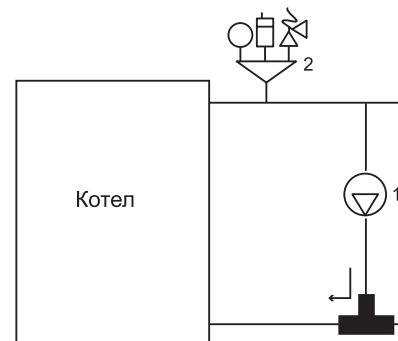

Рис. 10
- При монтаже котлов Kobold необходимо установить на выходе теплоносителя группу безопасности, включающую в себя автоматический воздухоотводчик, манометр и аварийный сбросной клапан на 3 бар (рис.10, поз.1). Отвод теплоносителя из сбросного клапана необходимо обеспечить в дренажную линию с разрывом струи;
- Для выравнивания температурного перепада между подачей и обратной линией, рекомендуется устанавливать трехходовой вентиль с электрическим приводом (Рис.10, поз.3). Повреждения теплообменника, вызванные перепадом температуры, не являются гарантийными.